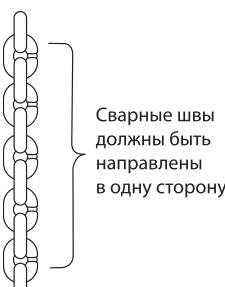

Рис. 4
2. Проверьте, чтобы цепь у нижнего крюка не перекручивалась. Все сварные швы должны быть направлены в одну сторону (рис. 4).